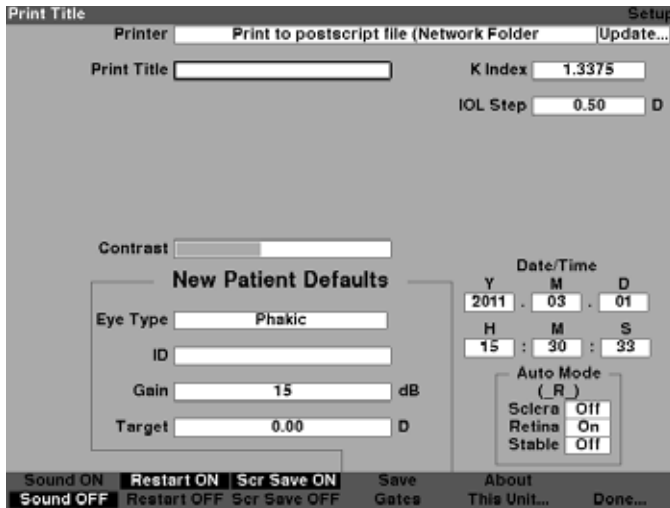

Figura 5-34 Campo Print Title (Título impreso) seleccionado
1. En la pantalla Setup (Configuración), gire el control giratorio para seleccionar el campo Print Title (Título impreso), indicado con un borde negro continuo, como se muestra en la Figura 5-34.